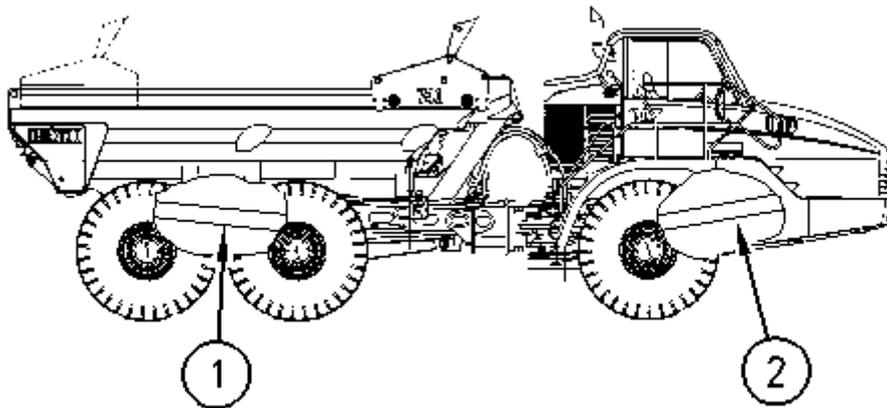

Ilustración 1
Los lugares (1) y (2) adecuados para levantar con gato la máquina se muestran en la ilustración 1. Estas posiciones forman parte del bastidor delantero y del bastidor trasero.